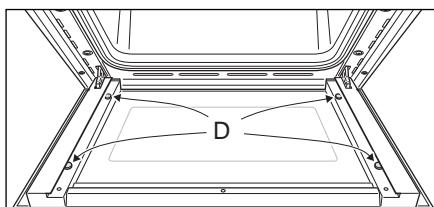

Fig. 7.16b
- Vérifiez que les quatre patins en caoutchouc sont en place "D" sur la fig. 7.16b.